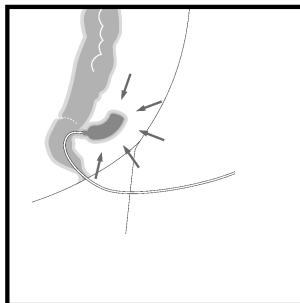

Fig. 4
17. Kontroller tampongens plassering ved hjelp av endoskopet. (Fig. 4)